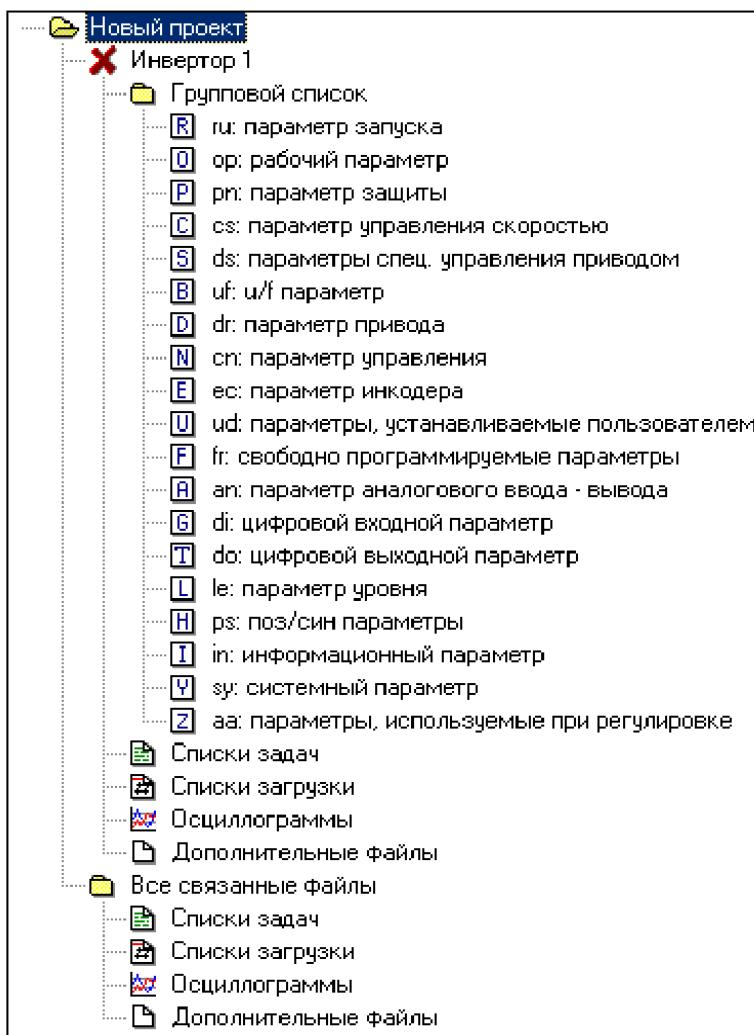

Рисунок 10.
**3.1.** После запуска **COMBIVIS 5.5** в левой панели главного окна программы автоматически открывается *Менеджер Проекта* содержащий дерево параметров *Нового Проекта* (рис. 10). При нажатии на соответствующий пункт дерева можно получить расширенную информацию о подключенному устройстве (выводится в правой панели главного окна программы). Кроме информации о *Проекте* и *Свойствах Инвертора* дерево содержит *Групповой Список* параметров инвертора.